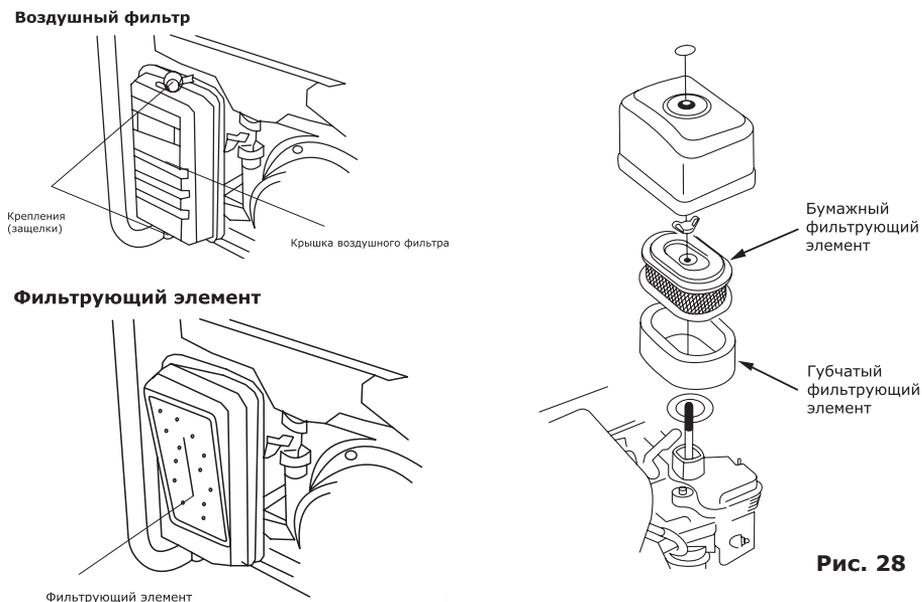

Рис. 28
- Откройте крышку фильтра (рис. 28).